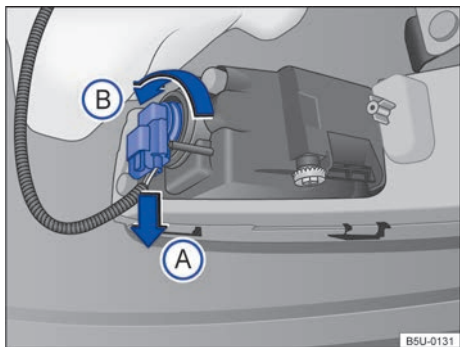

Fig. 153 Atrás do para-choque dianteiro: acesso à lâmpada incandescente do farol de neblina.
2. Desencaixar o conector de alimentação da lâmpada → Fig. 153 no sentido da seta (A), pressionar, ao mesmo tempo, a trava de fixação do conector.
3. Girar o soquete da lâmpada → Fig. 153, no sentido anti-horário da seta (B), e desencaixá-lo do alojamento.